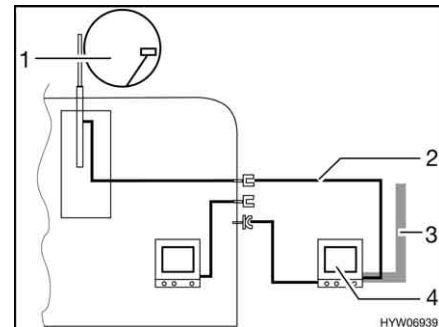

Fig. 179 TV dans l'auvent
- TV dans l'auvent (Fig. 179,4) : Raccord à l'antenne sur le toit (Fig. 179,1) avec câble d'alimentation (Fig. 179,2)
- TV dans l'auvent (Fig. 179,4) : Raccord à l'antenne extérieure (Fig. 179,3)